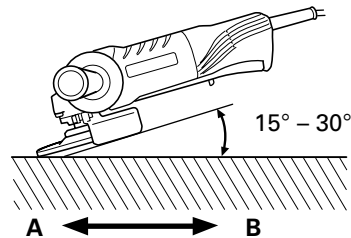

Fig. 4
4. Utilice el ángulo de amoladura apropiado. Realice la operación de amoladura con el borde de la rueda levantando la amoladora de 15° a 30°, como se muestra en la Fig. 4.
5. Mueva la amoladora en el sentido apropiado. Cuando utilice una rueda de disco abombado nueva en el sentido A (Fig. 4), el borde de la rueda puede cortar la pieza de trabajo. En este caso, realice la operación de amoladura en el sentido B (Fig. 4). Cuando se haya gastado el borde de la rueda, la pieza de trabajo podrá amolarse en ambos sentidos.